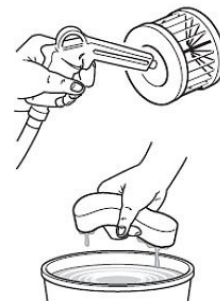

Abb. 13: Reinigung Luftfilter
Schritt 2: Bauen Sie den Ansaugfilter aus und wechseln Sie ihn aus (wenn er beschädigt ist) bzw. reinigen Sie das Filterelement (Abb. 13).